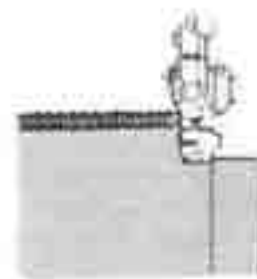

Fig.99
5. Rode o tecido e baixe o calcador 21, de modo a que a lâmina superior 18 fique alinhada com a extremidade cortada (fig. 99).